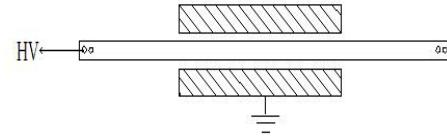

图 6-9 套管反接法
(2) : 反接法、电压为 10KV、芯棒对末屏及地、接线见图 6-9